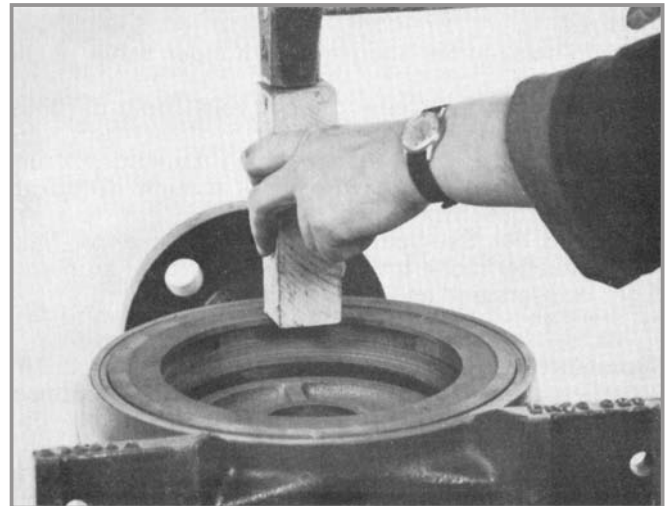

Fig. 80 - Montagem do difusor do último estágio (171.1) no corpo de recalque (107)
09. Montar o difusor do último estágio (171.1) e o'ring (412.2) no corpo de recalque (107) (vide Fig. 80).